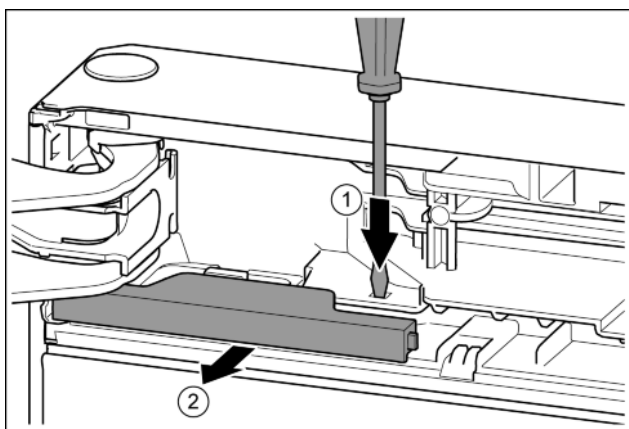

Fig. 8
- ▶ Нажать накладку шлицевой отвёрткой. Fig. 8 (1)
- ▶ Вынуть крышку из зацепления. Fig. 8 (2)